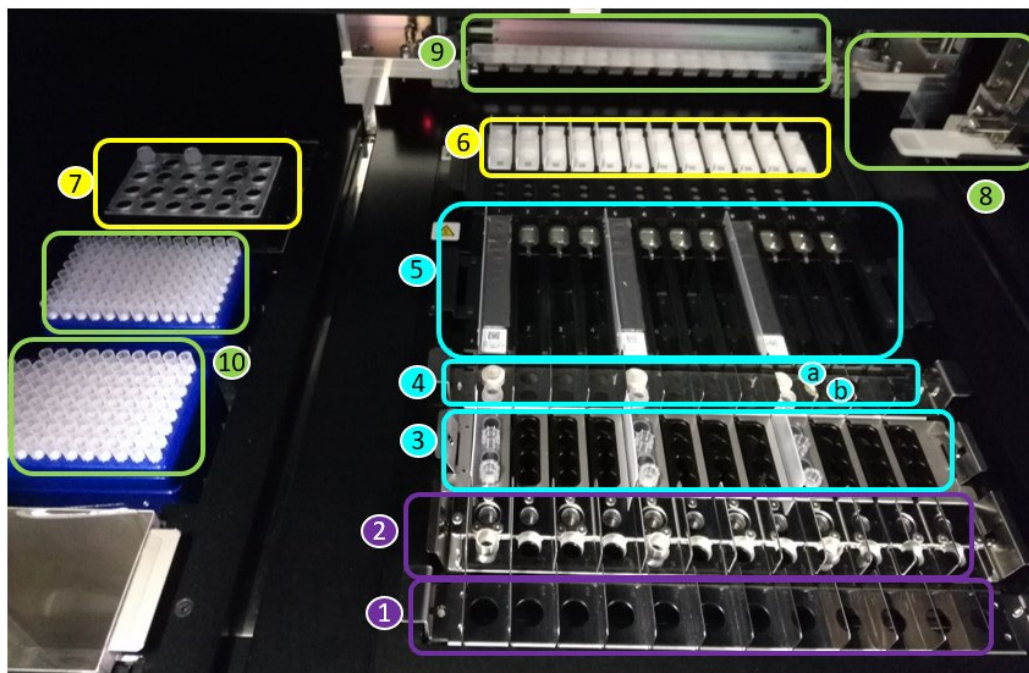

Figura 1: L'area di carico di «**ELiTe InGenius**»
Una panoramica dello strumento «**ELiTe InGenius**» è visibile nella Figura 1.
La Figura 1 mostra le seguenti posizioni: rack provetta primaria (1), rack di estrazione (2), rack puntali (3), rack di eluizione (provetta Dnasi I + adattatore per provette (a) ed Elution Tube (b)) (4), rack cartuccia per estrazione (5) e rack cartuccia per PCR (6), blocco reagente PCR e controllo interno (inventory manager) (7), dispensatore del campione e del reagente (8, 9), contenitore per rifiuti (in basso a sinistra) e puntali (10).
6. Premere il pulsante “Next” per confermare che una quantità sufficiente di reagenti per il numero di test selezionati è stato caricato nella posizione 7 dell’“inventory manager” (vedere pag. 12, Figura 1) come indicato nella schermata.